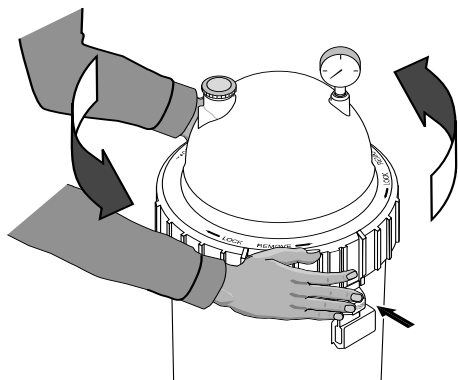

Figure 4 – Appuyer sur le verrou de sécurité pour dévisser la bague Posi-Ring™.
- a. Appuyer sur le verrou de sécurité (qui se trouve sous la bague) en le poussant vers le corps du filtre pour le dégager (se reporter à la Figure 4).